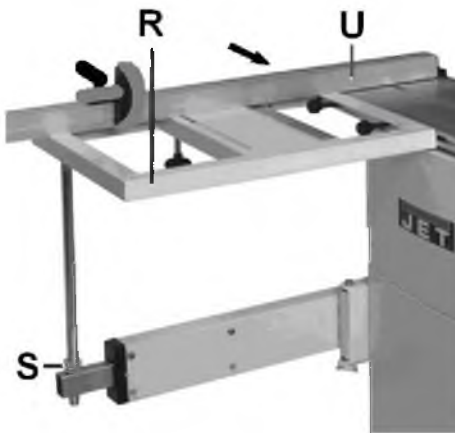

Рис. 12
- Стол каретки устанавливается на телескопической штанге (R, рисунок 12).
- Телескопическая штанга регулируется на заводе. Каретка перемещается к телескопической штанге под прямым углом (как показано на рис. 12).
- Установите шкалу поперечного упора при помощи гаек (S) на уровне рабочего стола станка.
- Используйте поперечный упор (U) в качестве поверочной линейки.
- Не устанавливайте поперечный упор (рис. 12, U) во время работы станка.
- Регулировка упора на 90° (R, рис. 12) производится на заводе. Для перестановки центр вращения необходимо переместить в Т-образном пазе торцовочного упора. Проверьте правильность установки на пробной заготовке.